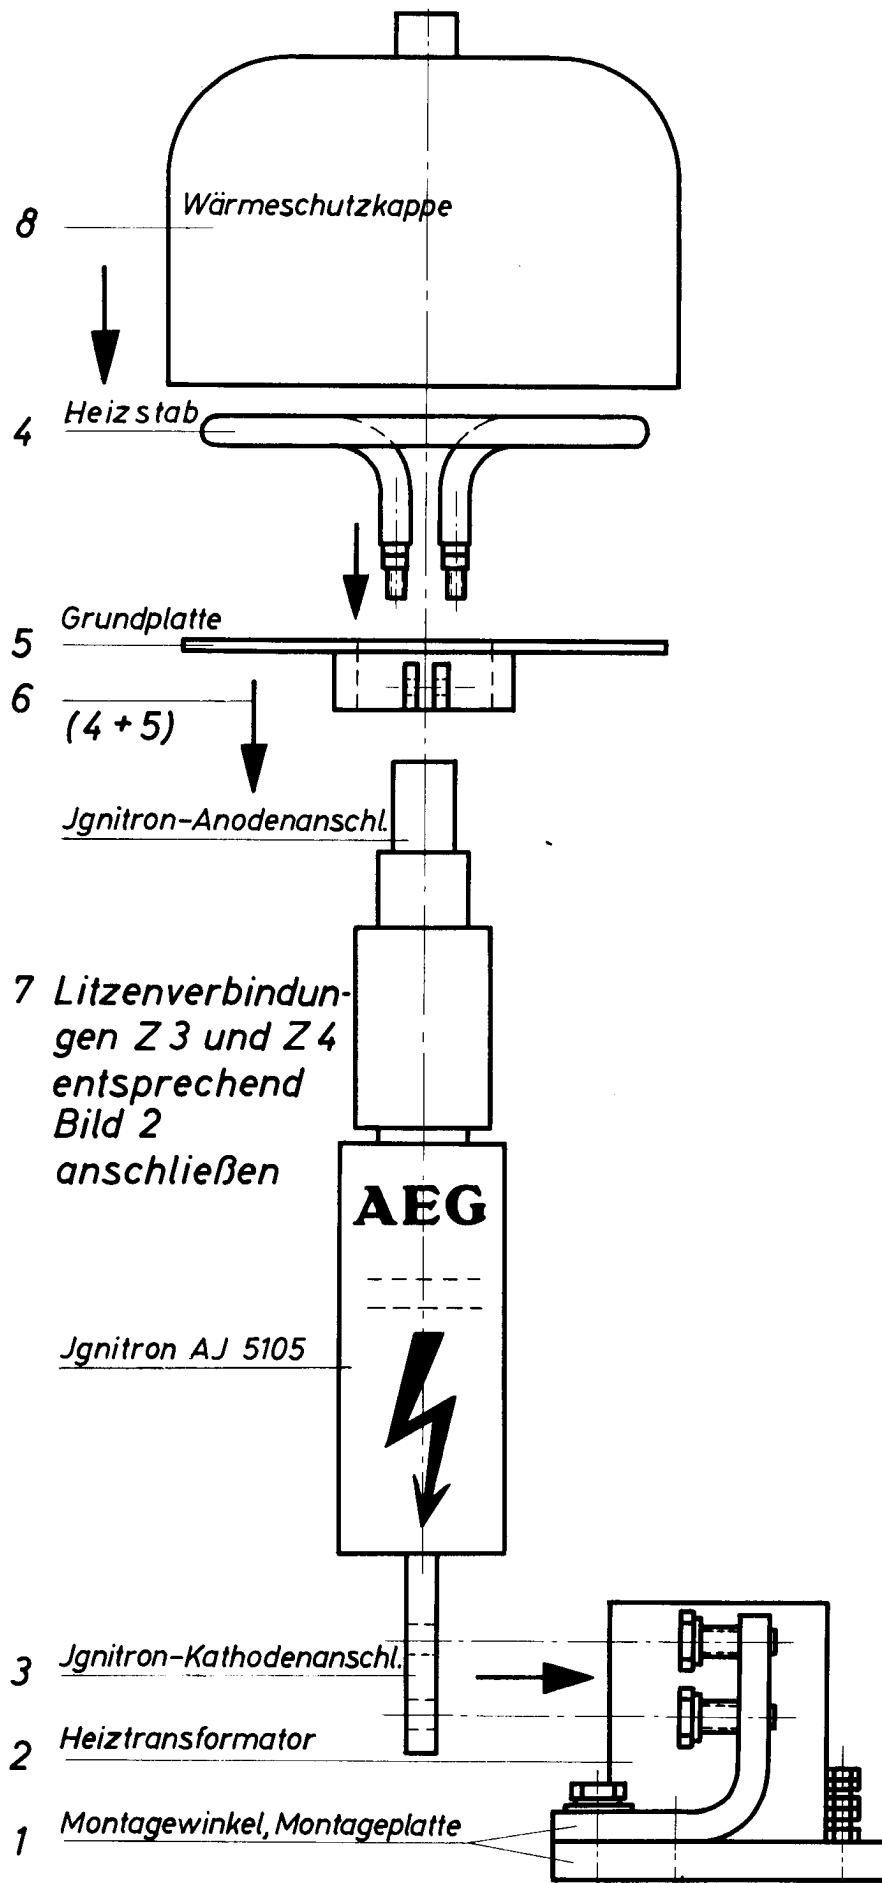

Bild 1 Montage des Ignitrons AJ 5105 und der Anodenbeheizung
2.21 Die Montage des Ignitrons und der Gesamtbau mit der kompl. Anodenbeheizung erfolgt nach Bild 1. Es ist zweckmäßig, dabei in der Reihenfolge 1 - 8 vorzugehen. Die Grundplatte der Anodenbeheizung (5) mit dem aufgebauten Heizstab (4) muß bis zum Anschlag über den Ignitronmantel geschoben werden. Der Zündstiftanschluß darf beim Aufstecken der Zündstiftanschlußlitze Z 3 nicht verbogen werden.